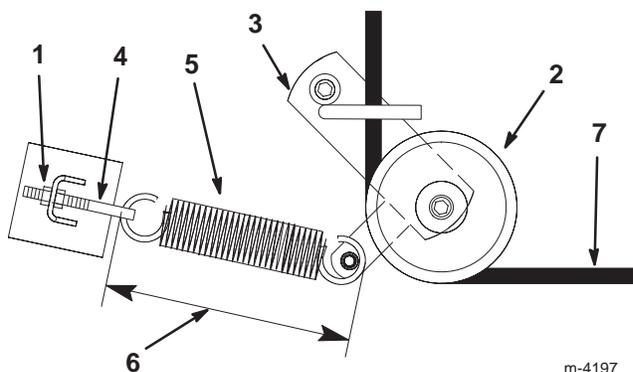

Figure 56
4. Desserrez l'écrou extérieur sur le boulon à œil du ressort (Fig. 56).
6. Déposez la poulie de tension rappelée par ressort (Fig. 56).
7. Faites passer la courroie neuve dans le bras de tension (Fig. 56).
9. Serrez l'écrou extérieur sur le boulon à œil du ressort (Fig. 56).
Remarque : Vérifiez la longueur du ressort. Il doit mesurer 238 ± 3 mm ($9\text{-}3/8 \pm 1/8$ pouce) une fois en place. Procédez à un réglage si la longueur n'est pas correcte (Fig. 56).